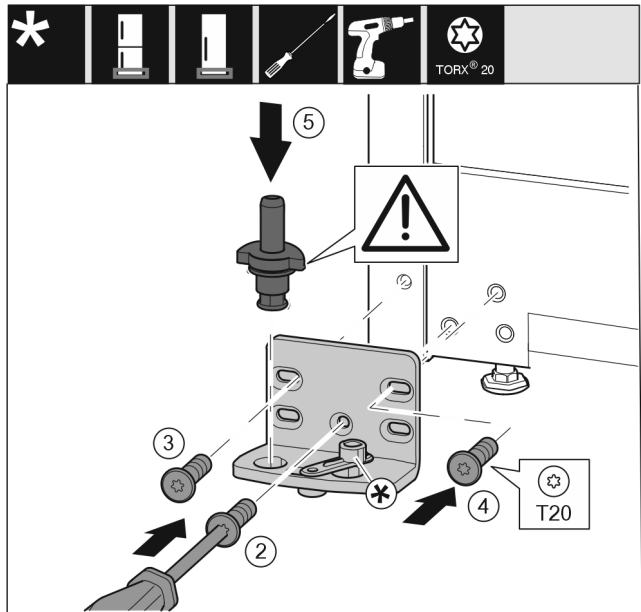

Fig. 31
- Lagerbock auf der anderen Seite ansetzen und mit Hilfe eines Schraubendrehers anschrauben. Mit der Schraube Fig. 31 (2) unten in der Mitte beginnen.
- Schraube Fig. 31 (3) und Schraube Fig. 31 (4) festschrauben.
- Lagerbolzen Fig. 31 (5) komplett einsetzen. Dabei darauf achten, dass der Rastnocken nach hinten zeigt.